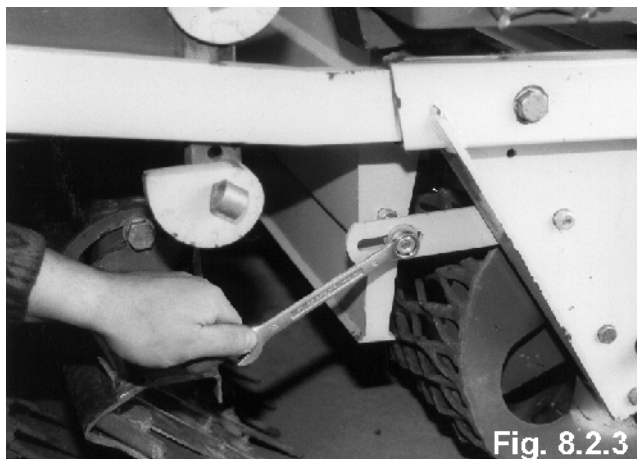

Fig. 8.2.3
- Lossa de båda M10-muttrarna på båda sidorna om rännan (fig. 8.2.3).